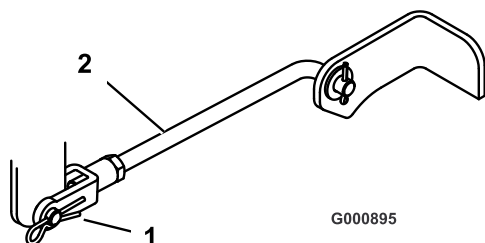

Figure 46
5. Enlevez la goupille fendue et les axes des chapes des tourillons avant (Figure 46).
8. Fixez les tiges de tourillons avant à la machine à l'aide des axes de chape et des goupilles fendues (Figure 46).